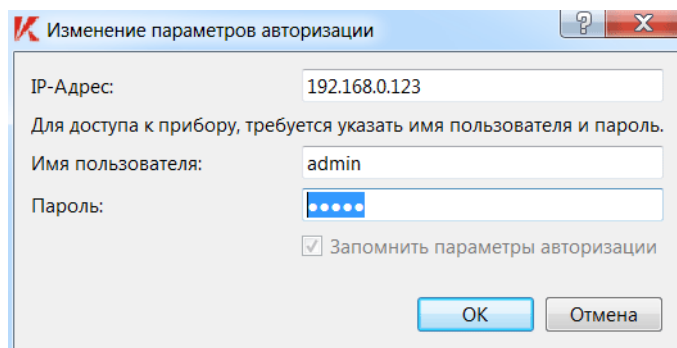

Рисунок 18 – Диалог «Изменение параметров авторизации»
6.1.3.2 В области отображения основной информации (выбранной корневой вкладки прибора) необходимо выбрать кнопку «Параметры авторизации». При этом будет выведен диалог «Изменение параметров авторизации» (см. Рисунок 18). В указанном диалоге необходимо ввести требуемые значения параметров авторизации доступа к прибору (в частности, имя пользователя «manager» или «admin» и соответствующий пароль). После ввода необходимых значений параметров в диалоге следует нажать кнопку «ОК».
авторизации доступа к прибору в программе к параметрам для уровня доступа «user». При этом последовательность действий для осуществления вышеуказанного возврата аналогична приведенной выше в п.п. 6.1.3.1–6.1.3.2 (за исключением указания в качестве имени пользователя «user» и соответствующего пароля (в поле «Пароль» диалога «Изменение параметров авторизации» – см. Рисунок 18) для уровня доступа «user»).